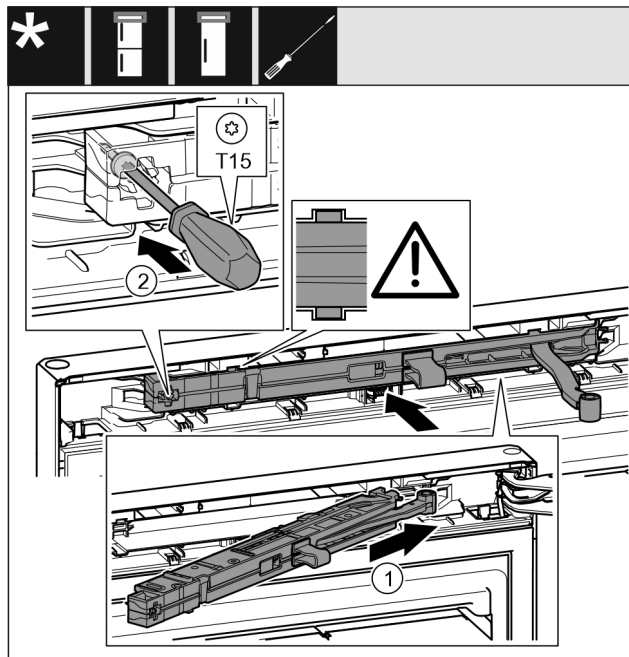

Fig. 71
- Côté support de palier, pousser l'unité d'amortissement de fermeture Fig. 71 (1) jusqu'en butée de biais dans l'évidement.
- Serrer la vis Fig. 71 (2) avec un tournevis.